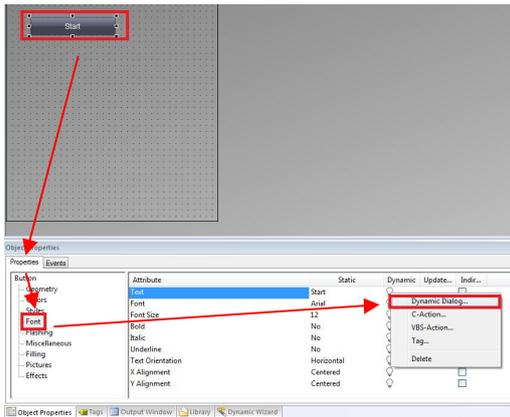
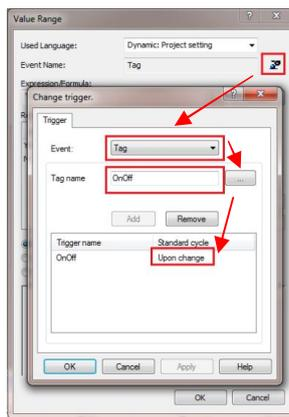
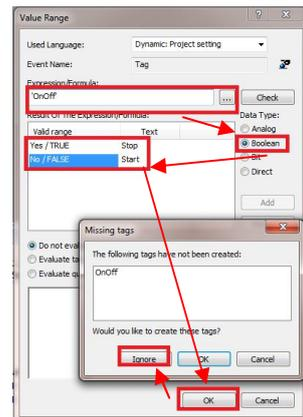

图 3-10
图 3-11
图 3-12
3. 按钮文本动态变化的设置。选中按钮，在 Properties->Button->Font 中，右键单击 Text 的小灯泡图标，选择 Dynamic Dialog，如图 3-10 所示。在弹出的 Value Range 对话框中，单击 Event Name 右边的浏览图标进行动作触发器的设置，Event 选为 Tag，Tag name 为用以触发动作的变量，此处为 OnOff，将 Standard cycle 选为 Upon change，点击 OK 保存设置，如图 3-11 所示。回到 ValueRange 对话框，将 Expression 填' OnOff'，变量类型选择 Boolean，并编辑对应状态下的文本，点击 OK 后会弹出 Missing tags 提示框，忽略即可，如图 3-12 所示。说明：会弹出提示框是因为我们关联的变量 OnOff 只是一个结构变量的元素名，系统目前无法在变量表中找到，故目前先忽略该提示。